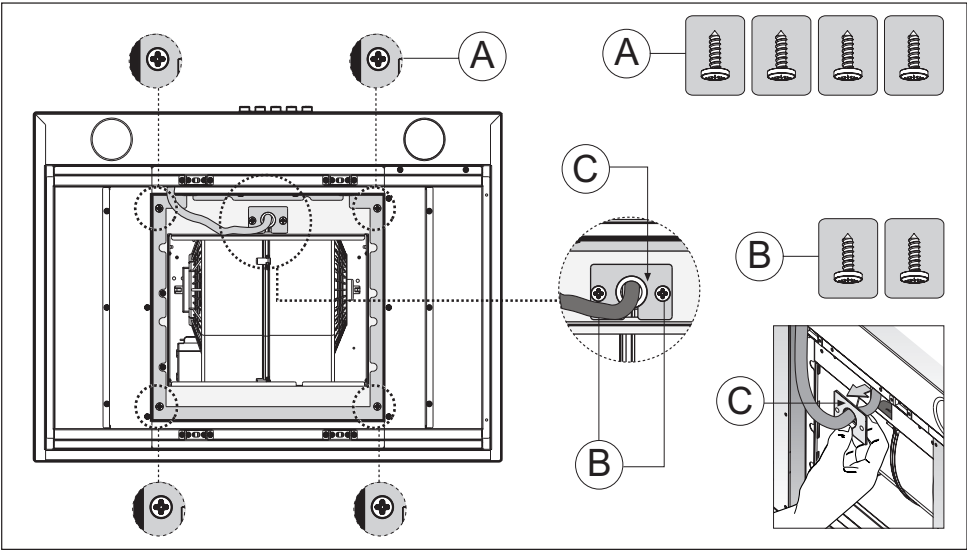

Fig.3
- Togliere le 4 viti **A** come indicato in fig.3.
- Rimuovere il piastrello passa cavo **C** togliendo le 2 viti **B** come indicato in fig.3.